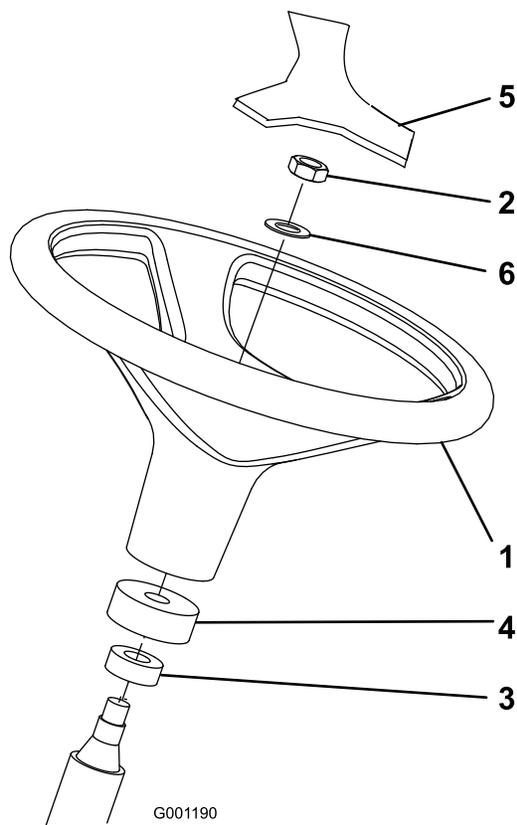

図 3
1. 出荷台からハンドルを外す。図 3
**注** ウレタン製カラーとダストカバーがシャフトについていることを確認する図 3。
3. ハンドルとワッシャをステアリングシャフトにはめ込む(図 3)。
5. ハンドルにカバーを取り付ける(図 3)。